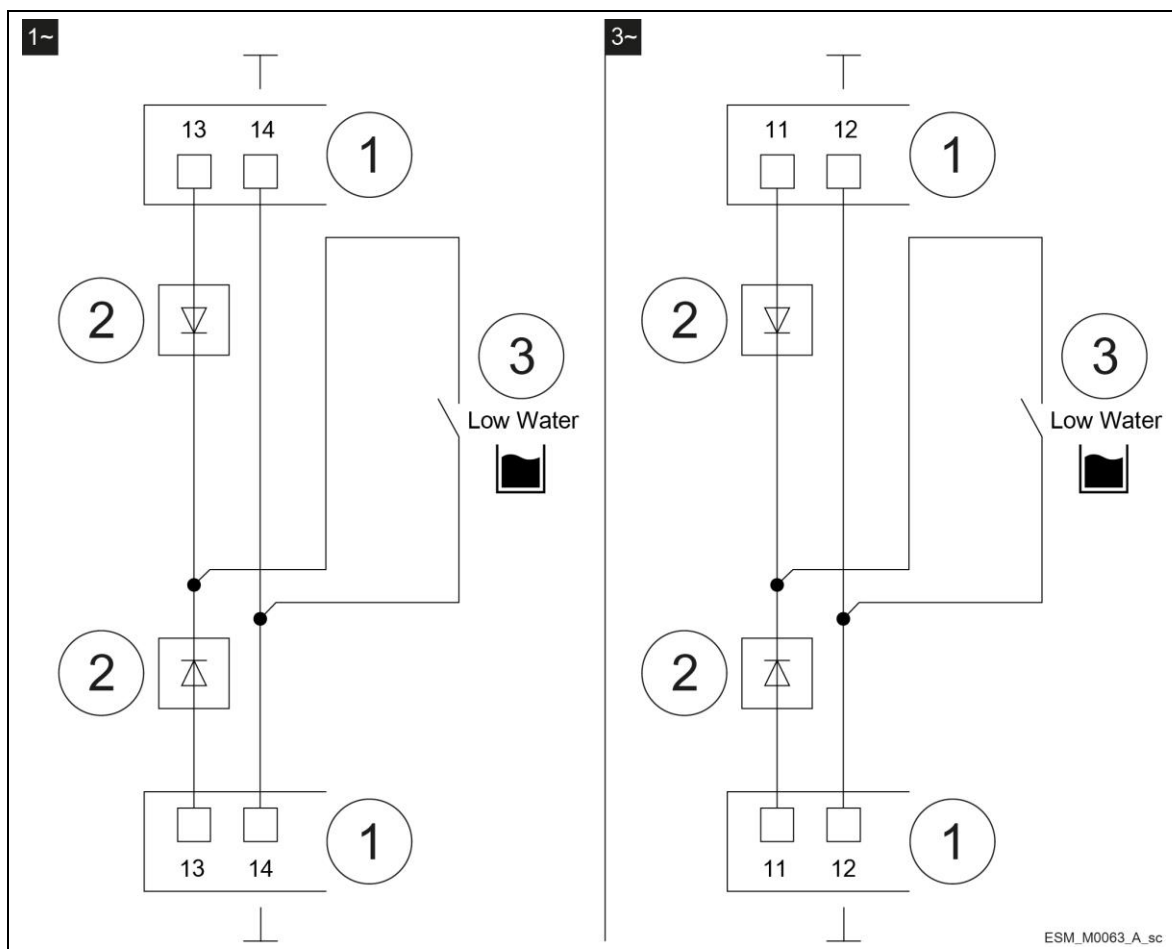

Figura 12: Diodo
- Quando la modalità gemellare è attivata, qualora utilizzato un unico contatto esterno per entrambe le unità di mancanza d'acqua (terminali 13-14 versione monofase, terminali 11-12 versione trifase) devono essere inseriti due diodi rispettando la polarità tra i contattati delle 2 unità. Vedi figura 12.